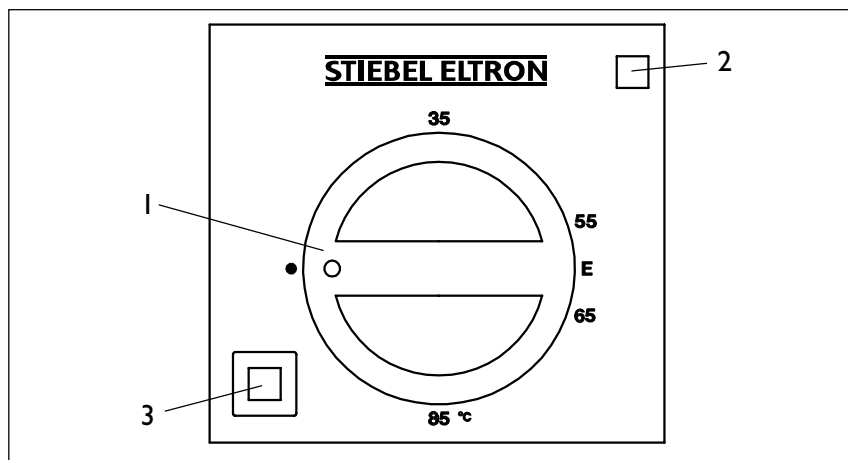
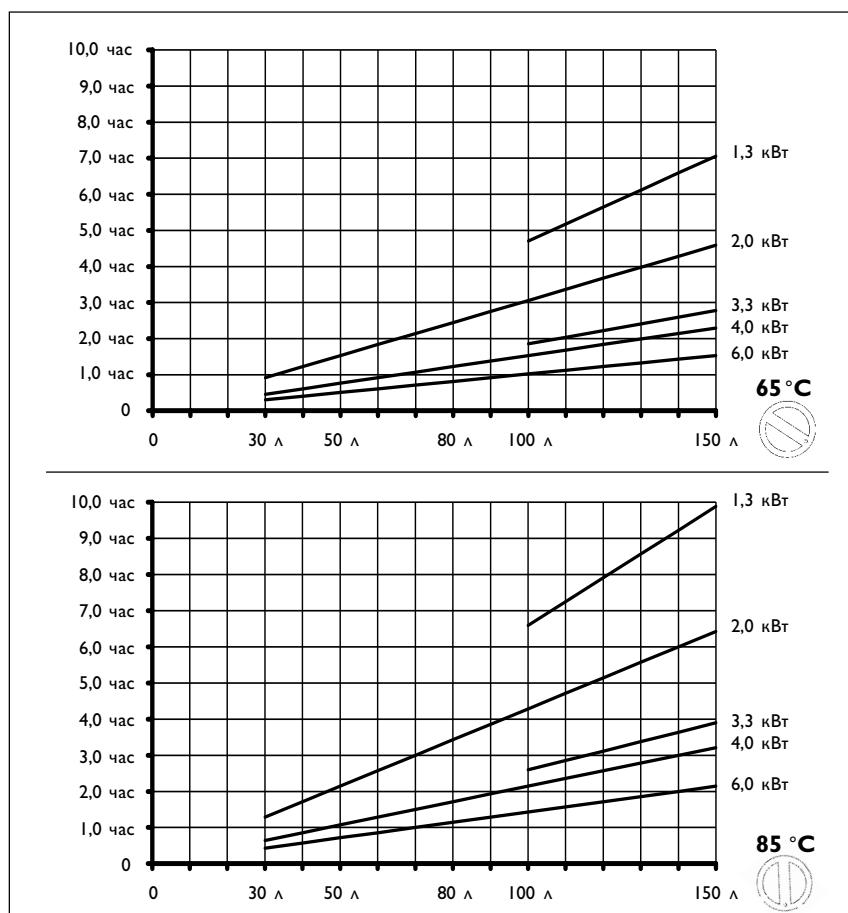
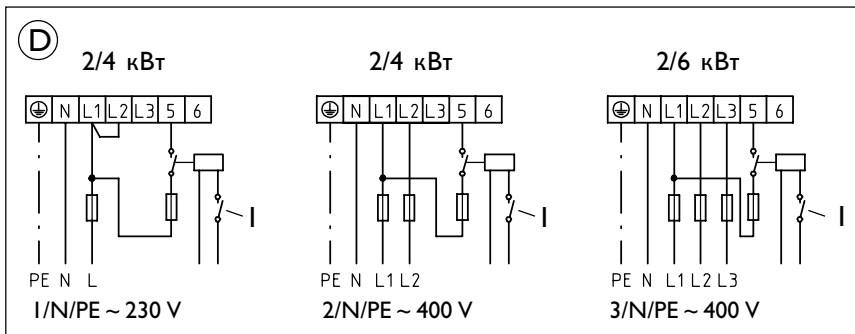

Рис. 2
Рис. 3
рис. 14
Настенные накопительные водонагреватели закрытого типа HFA 30-150 E, HFA 30-150 Z предназначены для снабжения горячей водой одной или нескольких водозаборных точек. Поступление и подогрев воды происходит автоматически по мере расходования готовой горячей воды. Температура готовой воды регулируется от 35 до 85 °C и поддерживается термостатом. Время нагрева представлено на рис.3, в зависимости от емкости водонагревателя и выбранной мощности нагрева (температура входящей воды 10 °C). Плавная настройка температуры от 35 до 85 °C осуществляется ручкой выбора температуры (рис. 2, поз. 1). Водонагреватели имеют сложную группу тенов, что позволяет подключать прибор на различную мощность (варианты коммутации см. на схемах подключения). Водонагреватели типа HFA...Z
позволят помимо нагрева в обычном режиме (стандартная мощность), в случае необходимости использовать режим быстрого подогрева (удвоенная мощность) (варианты подключения см. на рис. 14, 15). Включение режима быстрого подогрева осуществляется кнопкой на панели управления (рис. 2, поз. 3).
Ручка выбора температуры (рис.2, поз.1):
Сигнальная лампочка на панели управления (рис. 2, поз. 2) у приборов типа HFA...E загорается во время нагрева; у приборов типа HFA...Z - во время быстрого подогрева.
D. Подключение с возможностью использования режима быстрого подогрева, рис. 14.